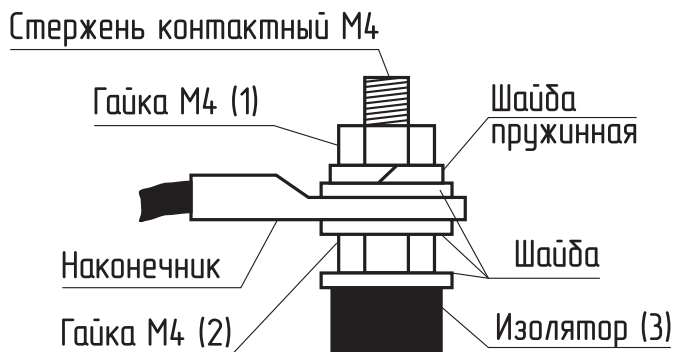

Рис.12 Присоединение проводов к выводам блок ТЭН
- Подключить фазные провода к выводам блок ТЭН согласно **Рис.12;**
- Гаек на контактных стержнях ТЭН с усилием 1,8 Нм (**см.Рис.12**);
- При замене блок ТЭН присоединение фазных проводов к выводам блок ТЭН производить согласно **Рис.12**. Сечение кабеля указано в **Таб.1** и **Таб.2**;
- Провод нейтрالي «N» подключить на перемычку блока ТЭН (**Рис.12**).